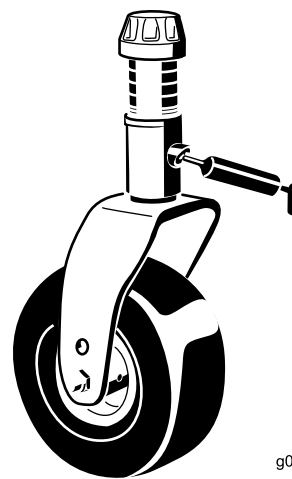

Рисунок 61
- Втулки валов вилок поворотных колес (2 шт.) (Рисунок 61)